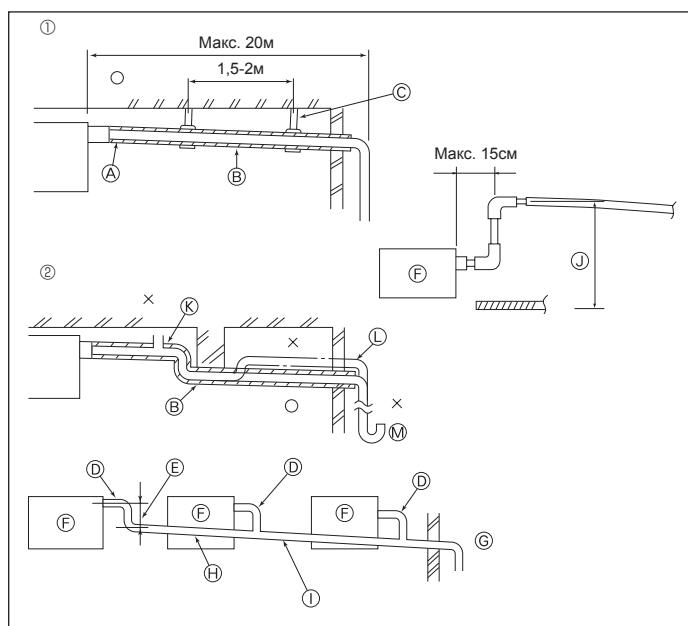

Fig. 3-4
- ① Оберните поставляемую изоляцию большого диаметра вокруг трубы для газа и убедитесь в том, что край изоляции касается боковой стороны прибора.
- ② Оберните поставляемую изоляцию малого диаметра вокруг трубы для жидкости и убедитесь в том, что край изоляции касается боковой стороны прибора.
- ③ Зафиксируйте оба конца каждого изоляционного покрытия с помощью поставленных лент. (Прикрепите ленты на расстоянии 20 мм от краев изоляции.)
3.4. Дренажные трубы (Fig. 3-4)
- ① Right connection of pipes
- ② Incorrect pipe connection
- ③ Insulation (9 mm or more)
- ④ Slope down (1/100 or more)
- ⑤ Supportive metal
- ⑥ Air release